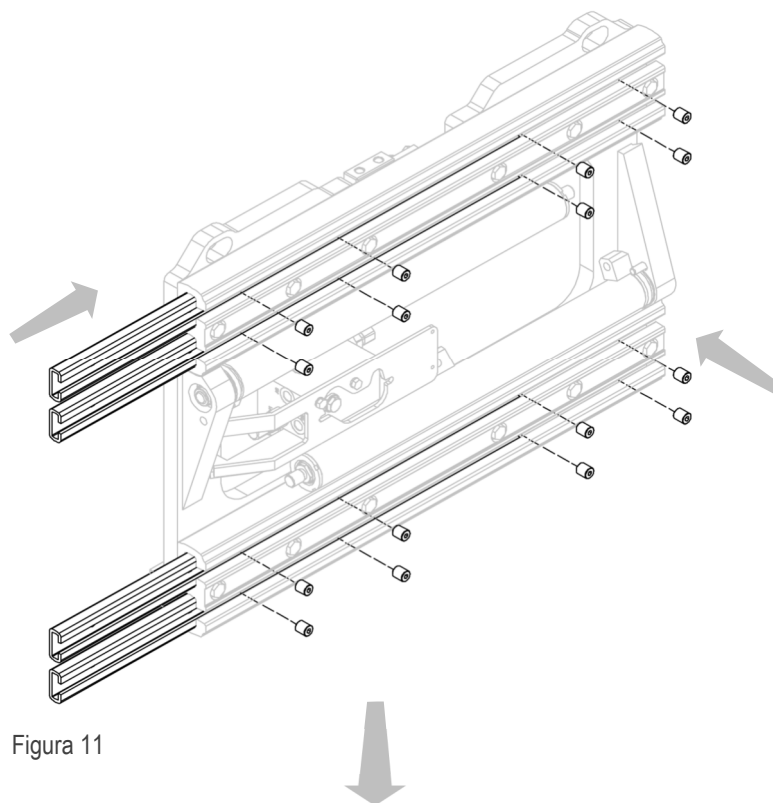
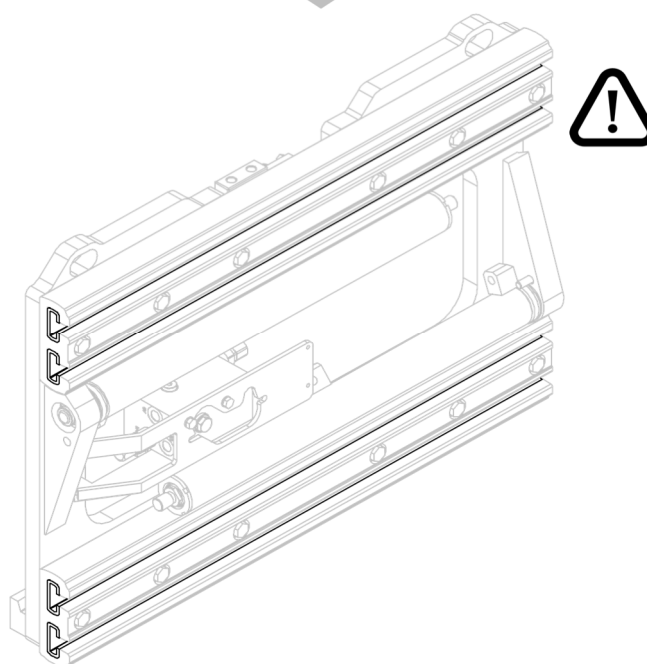

Figura 11
Figura 12
2. Insertar los casquillos de nylon y fijarlos con los pernos correspondientes (ver *Figura 11* y *Figura 12*).